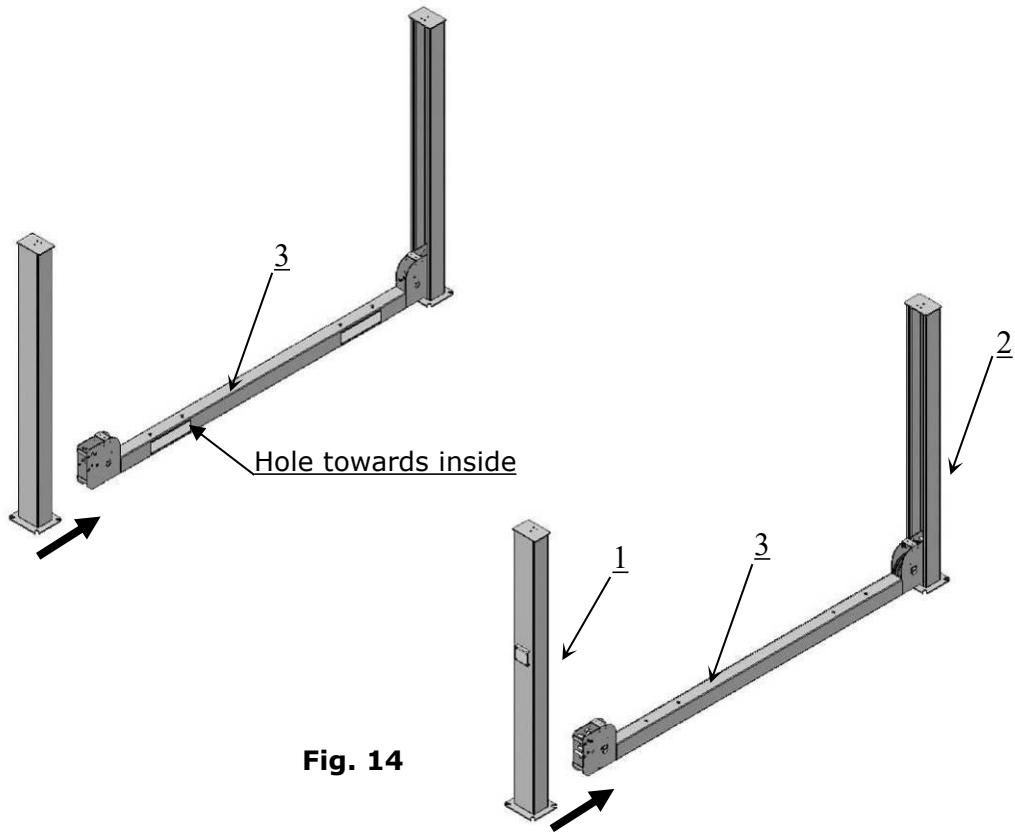
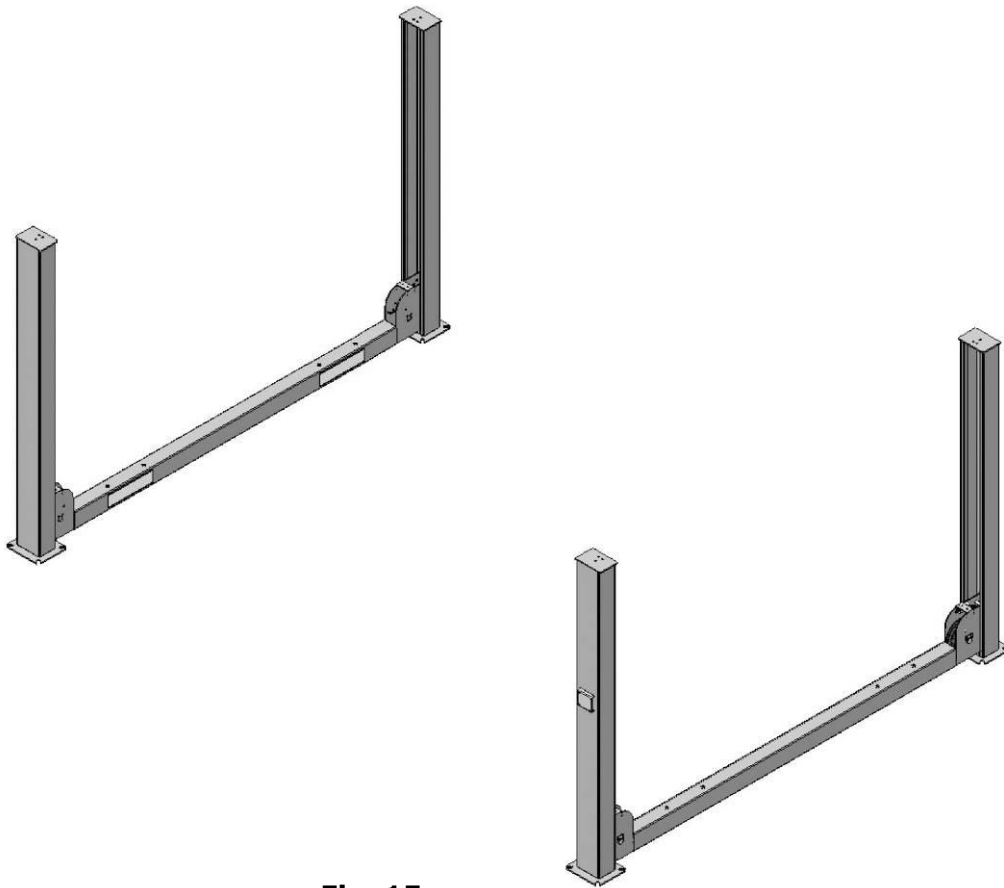

Fig. 14
Fig. 15
D. Install cross beams (See Fig. 14, Fig. 15).